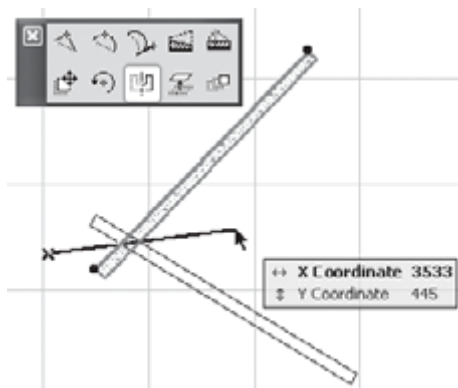

Рис. 5.13. Зеркальное отражение стены
**Mirror (Зеркальное отражение).** После выбора операции двумя щелчками кнопки мыши укажите начальную и конечную точки линии, относительно которой должен быть отражен объект (рис. 5.13).